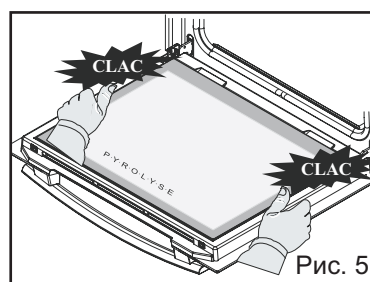

Рис. 5
- Закрепите последнее стекло так, чтобы надпись "P.Y.R.O.L.Y.S.E"/"П.И.Р.О.Л.И.З." располагалась по направлению к Вам (рис.5).